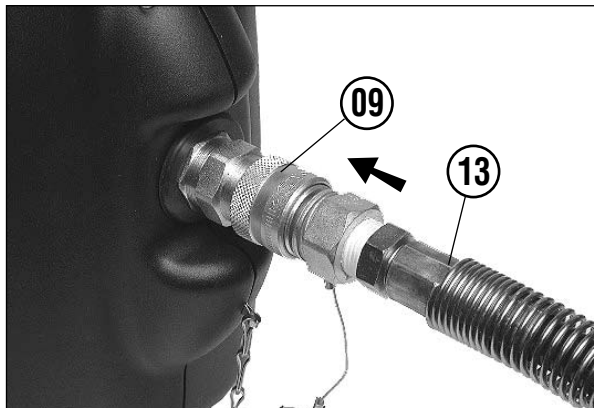

FIG. 6
3.4) Alimentation à partir d'une source extérieure (Voir Fig. 6)
Le groupe peut être alimenté par une source extérieure (**24 V dc - 30A mini**) raccordée au connecteur (08) (voir Fig. 6).